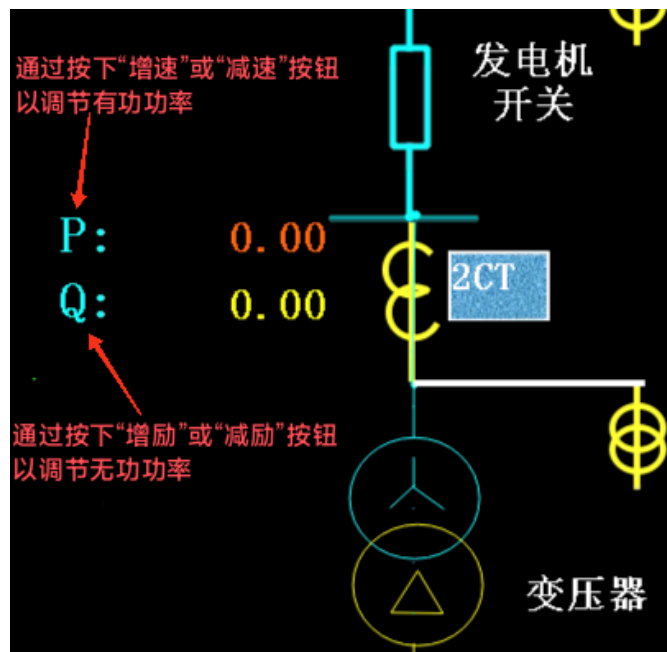

图 17 调节有功和无功功率
①解列前需要将发电机输出的有功功率和无功功率调整至 0 附近,通过点击“增速/减速”按钮调节有功功率大小,以及“增励/减励”按钮调节无功功率的大小(如图 17 所示);